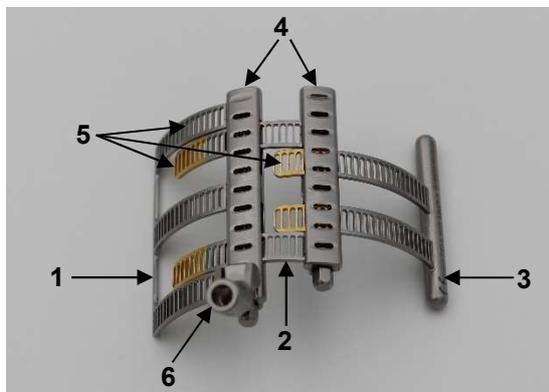
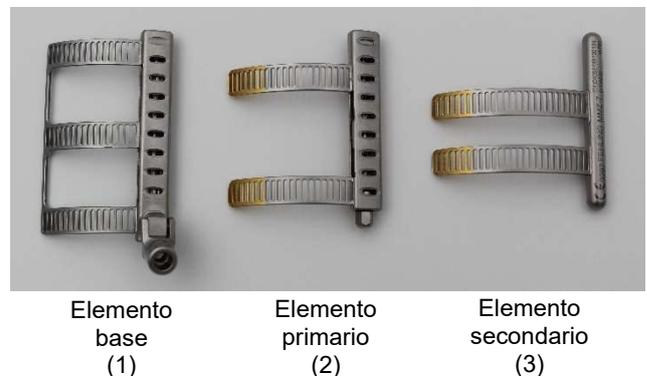

Fig. 1a: Treede Maxposition lama (MMZ-7)
Fig. 1b: MMZ-7 nei suoi singoli elementi
Regolabile in base alle dimensioni (Fig. 1a) è composta da tre elementi di dimensioni diverse: elemento base (1), elemento primario (2) ed elemento secondario (3) (Fig. 1b). Un elemento è composto da un modulo box (4) e da lame laterali (5) (Fig. 1a).
Utilizzando il Kardan cacciavite LMT-4 (vedi 8) Accessori richiesti), le lame laterali vengono regolate tramite l'asse dentato situato all'interno del modulo box (4) e si può impostare l'ampiezza di diffusione desiderata. Gli elementi primari e secondari sono contrassegnati in oro alle estremità delle lame laterali (cfr. Fig. 1b). Questo serve per orientarsi meglio quando si estendono i singoli elementi della Treede Maxposition lama. Con la guida a gancio MRN-3 (vedi 8) Accessori necessari) la Treede Maxposition lama è regolabile in continuo in termini di angolo e può essere sollevata o abbassata. A questo scopo, la guida a gancio MRN-3 viene avvitata nel giunto con la filettatura (6).